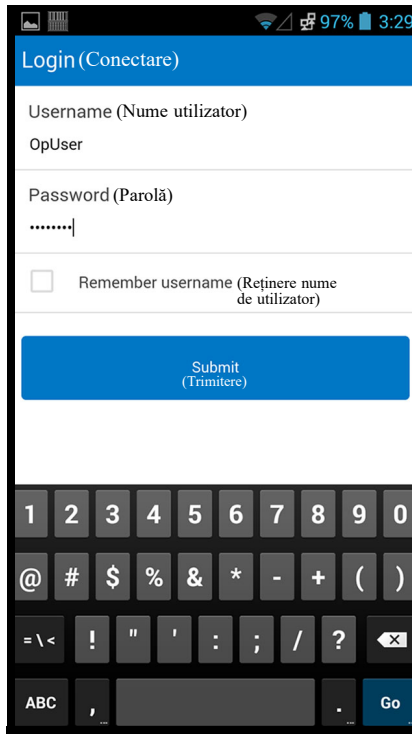
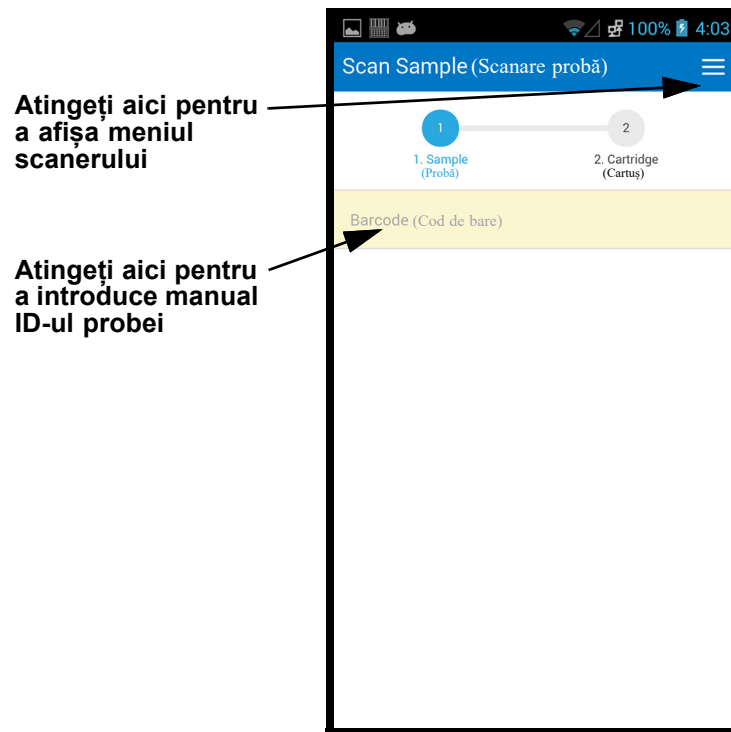
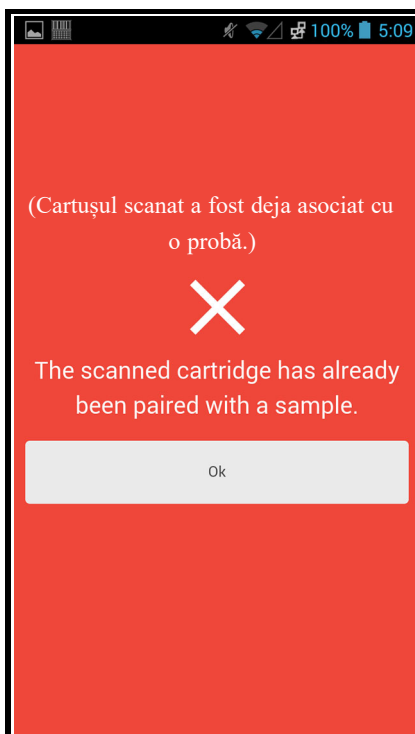
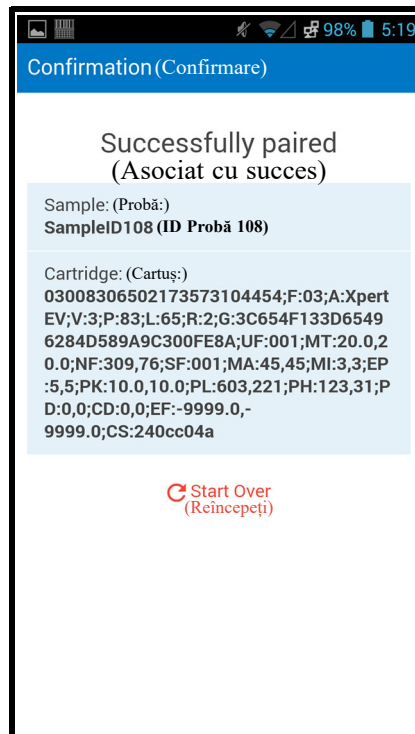

Figura 5-101. Ecranul de conectare al scannerului Cepheid Link
Figura 5-102. Ecranul Scanare probă al Cepheid Link
Figura 5-108. Ecranul Eroare cartuș scanat al Cepheid Link
Figura 5-110. Ecranul Confirmare al Cepheid Link
3. Conectați-vă la scannerul Cepheid Link folosind numele de utilizator și parola alocate (consultați Figura 5-101). Se va afișa ecranul Scanare probă (Scan Sample). Consultați Figura 5-102.
- 1) Atingeți zona **Cod de bare (Barcode)** de pe ecran (consultați Figura 5-102). Se va afișa o tastatură (consultați Figura 5-105) pentru introducerea manuală a ID-ului probei.
- În cazul în care cartușul nu este asociat cu succes cu proba, va fi afișat un ecran de eroare (roșu X) împreună cu mesajul de eroare (consultați Figura 5-108), de exemplu. Atingeți butonul **Ok** pentru a reveni la ecranul Scanare cartuș (Scan Cartridge). Scannerul revine la ecranul Scanare probă (Scan Sample) (consultați Figura 5-102).
- Scannerul afișează ecranul Confirmare (Confirmation) (consultați Figura 5-110), dacă nu sunt necesare părți alicote și dacă opțiunea Confirmare (Confirmation) este activată, sau va reveni la ecranul Scanare probă (Scan Sample) (consultați Figura 5-102).
- Atingeți **Reîncepeți (Start Over)** pentru a nu scana partea alicotă și a reveni la ecranul Scanare probă (Scan Sample). Consultați Figura 5-102. După ce atingeți butonul **Reîncepeți (Start Over)** se afișează un ecran de confirmare.
- Dacă analiza este configurată pentru părți alicote, dar proba nu a fost împărțită în părți alicote, atingeți **Ignorare (Skip)** pentru a omite scanarea unei părți alicote. Scannerul afișează ecranul Confirmare (Confirmation) (consultați Figura 5-110), dacă nu sunt necesare părți alicote și dacă opțiunea Confirmare (Confirmation) este activată, sau va reveni la ecranul Scanare probă (Scan Sample) (consultați Figura 5-102).
- Atingeți **Reîncepeți (Start Over)** pentru a nu scana partea alicotă și a reveni la ecranul Scanare probă (Scan Sample) (consultați Figura 5-102). După ce atingeți butonul **Reîncepeți (Start Over)** se afișează un ecran de confirmare.
7. **(Opțional)** Cititorul de coduri de bare va afișa ecranul Confirmare (Confirmation) (consultați Figura 5-110), dacă este activat, sau va reveni la ecranul Scanare probă (Scan Sample) (consultați Figura 5-102).
8. Dacă este afișat ecranul Confirmare (Confirmation), atingeți **Reîncepeți (Start Over)** pentru a accesa ecranul Scanare probă (Scan Sample). Consultați Figura 5-102.
10. După scanarea tuturor probelor și a cartușelor, deconectați Cepheid Link. Accesați meniul scannerului atingând pictograma Meniu din meniul vertical (consultați Figura 5-102). Se afișează meniul scannerului. Consultați Figura 5-111.
12. În caseta de dialog pentru deconectare, atingeți OK pentru a deconecta scannerul (consultați Figura 5-112). Se afișează ecranul Conectare (Login). Consultați Figura 5-101.